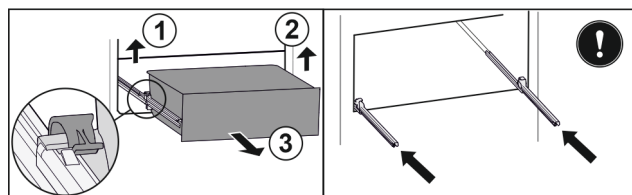

Fig. 48
- ▶ Приподнимите левый зажим и одновременно вытяните движением вперед выдвижной ящик слева. Fig. 48 (1)
- ▶ Приподнимите правый зажим и одновременно вытяните движением вперед выдвижной ящик справа. Fig. 48 (2)
- ▶ Извлеките выдвижной ящик движением вперед. Fig. 48 (3)